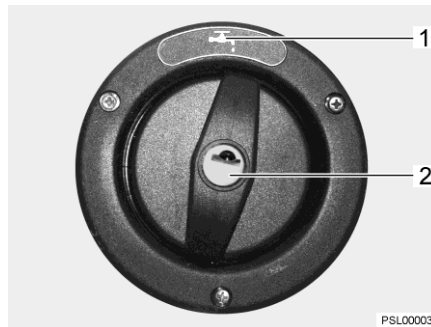

Fig. 167 Coperchio per bocchettone di riempimento dell'acqua potabile
Il bocchettone di riempimento dell'acqua potabile è contrassegnato dal simbolo "☞" (Fig. 167,1). Il coperchio viene aperto e chiuso con la chiave per le serrature degli sportelli esterni.
- Inserire la chiave nel cilindro della serratura (Fig. 167,2) e ruotare in senso antiorario di un quarto di giro.